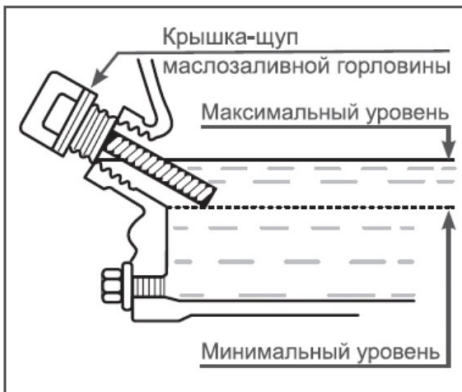
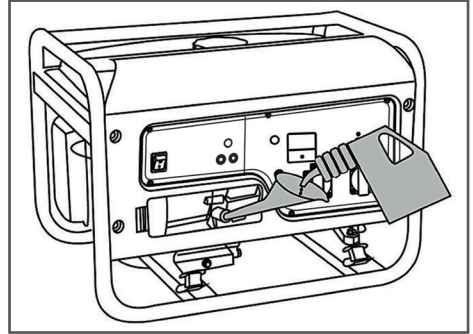

Рис. 6 Проверка уровня масла в картере
Рис. 7 Заправка двигателя генератора маслом
3. Открутите крышку-щуп маслосливной горловины и извлеките щуп (Рис. 6).
4. Залейте необходимый объем масла рекомендованной категории и вязкости, соответствующей температуре окружающего воздуха (Рис. 7).
6. Аккуратно вытащите щуп и осмотрите его. Уровень масла должен соответствовать верхней отметке на щупе. При недостаточном уровне масла в картере необходимо долить чистое масло (Рис. 7) до верхней отметки на щупе, что соответствует нижней кромке заливного отверстия (Рис. 6).